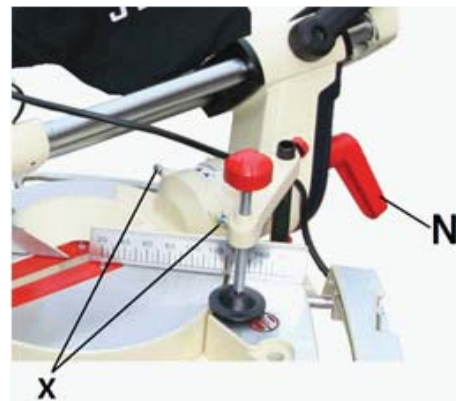

Рис. 7
- Фиксирующую ручку (N, Рис. 7) на задней части станка необходимо ослабить.
- Поменять настройки ограничителя можно с помощью винта (X, Рис. 7).